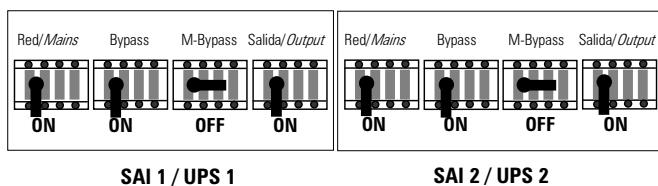

Fig.13
3.4.4.10.- Cerrar el interruptor de bypass del SAI2, los estados de Master/Slave no se intercambian: el SAI1 sigue siendo el Master y el SAI2 el Slave (Fig.13).
3.4.4.10.- Close the bypass line circuit breaker of the UPS2. The configuration MASTER/SLAVE must remain unchanged: UPS1MASTER and UPS2SLAVE.(Fig.13).